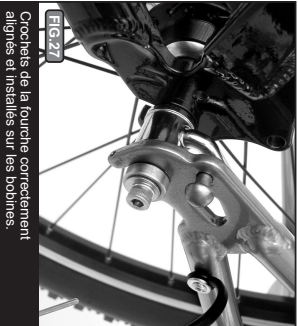

FIG. 27 Crochets de la fourche correctement alignés et installés sur les bobines.
E) Attachez la remorque en alignant les fentes des **BOBINES** avec les fentes dans les crochets de la fourche. La Fig. 27 montre les crochets de la fourche correctement installés sur les **BOBINES**.